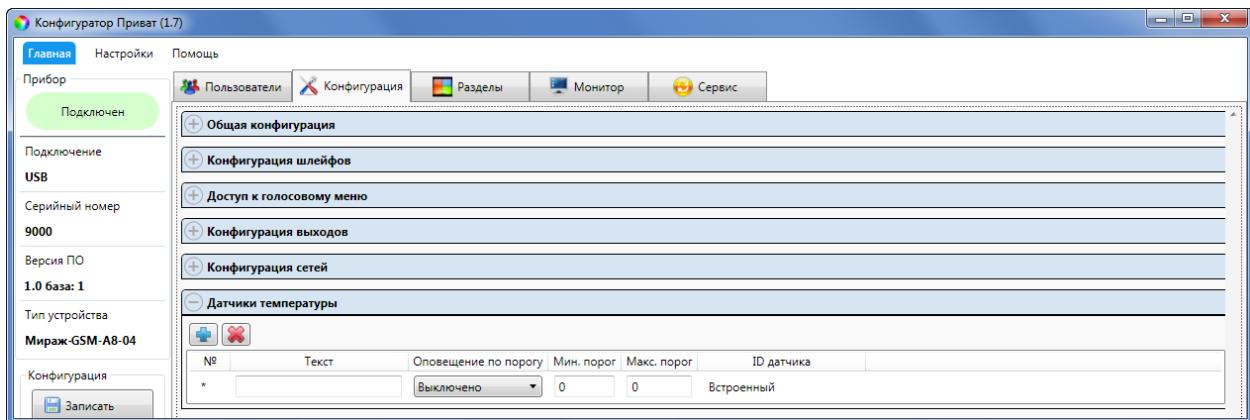

Рисунок 7.29 – Блок *Датчики температуры*
- Нажмите кнопку в блоке *Датчики температуры* (см. рисунок 7.29).